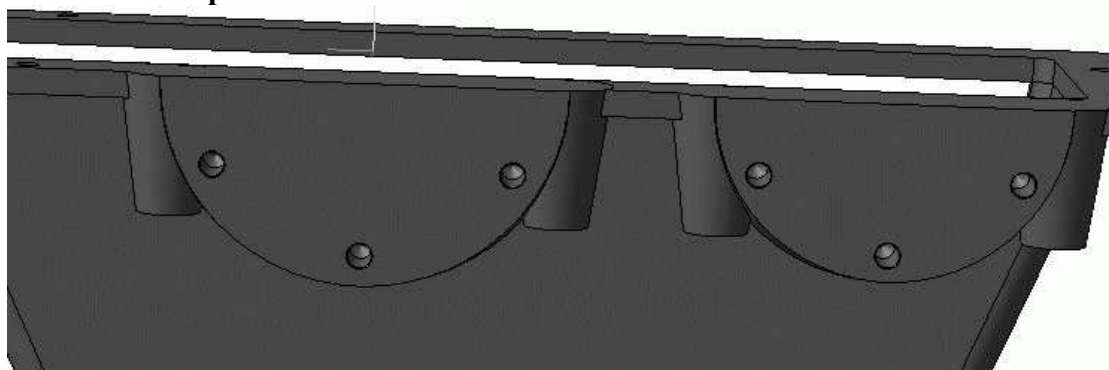

Рис. 3.82. Отверстия под фиксирующие винты в местах крепления крышек подшипников
19. Выполните еще пять таких же отверстий на той же плоскости со следующими координатами: на ведомом валу $-(-73, 61; 42,5)$ и $(73, 61; 42,5)$, на ведущем валу $-(-259; 75), (-194, 05; 37, 5)$ и $(-323, 95; 37, 5)$. Координаты размещения отверстий можете рассчитать вручную, исходя из того, что радиусы размещения болтов на крышках ведомого вала -85 мм, ведущего -75 , а болты смещены между собой на 60° . Однако значительно проще измерять эти координаты по центрам изображений шапочек фиксирующих винтов на главном виде чертежа редуктора. Отверстия под винты показаны на рис. 3.82.